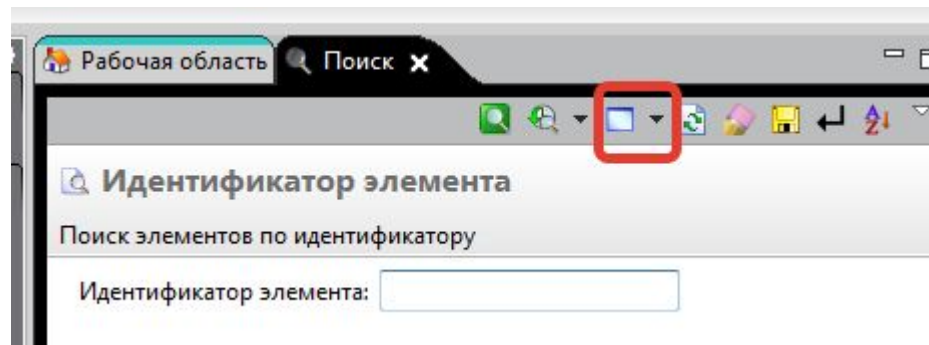

Рис. 21
2. Если необходимо выбрать другую форму запроса, то на панели инструментов нажмите на кнопку **Выберите поиск** (Рис. 21)